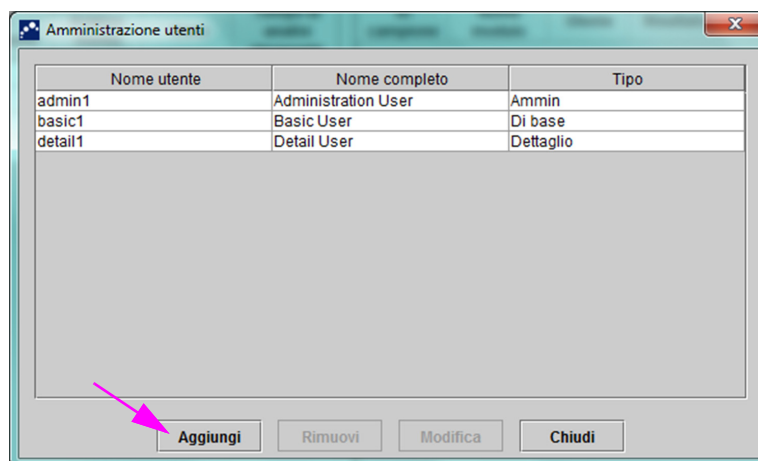
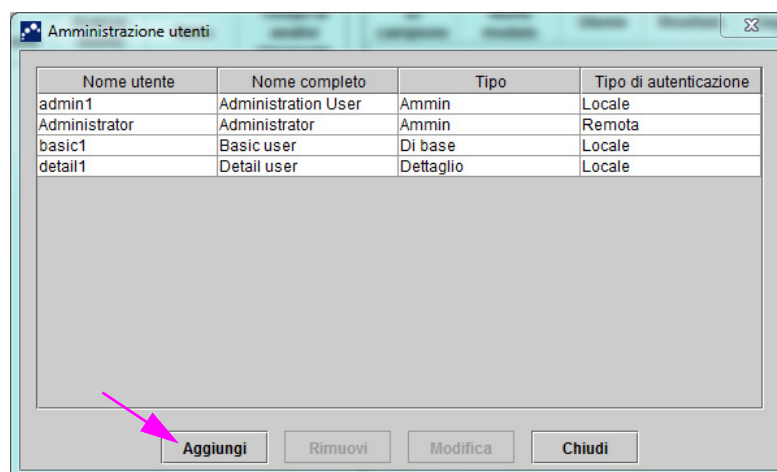

Figura 2-70. Finestra di dialogo Amministrazione utenti
Figura 2-71. Finestra di dialogo Utente per un utente Remoto
2. Nella finestra GeneXpert Dx System (vedere la Figura 2-55), nel menu **Configurazione**, fare clic su **Amministrazione utenti**. Verrà visualizzata la finestra di dialogo Amministrazione utenti. Vedere la Figura 2-70 se si sta aggiungendo un utente locale oppure la Figura 2-71 se si sta aggiungendo un utente LDAP remoto.
1. Nella finestra GeneXpert Dx System (vedere la Figura 2-55), fare clic su **Amministrazione utenti** nel menu Configurazione. Verrà visualizzata la finestra di dialogo Amministrazione utenti. Vedere la Figura 2-70.